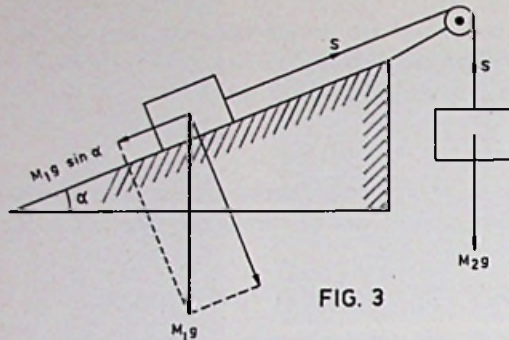

FIG. 3
a. De op het lichaam  $M_1$  werkende zwaartekracht, die gelijk is aan  $M_1 g$  newton, kan worden ontbonden in twee componenten. De component langs het hellende vlak is  $M_1 g \sin \alpha$  (zie fig. 3). De kracht die op het geheel werkt in de bewegingsrichting, is nu  $M_2 g - M_1 g \sin \alpha$ . Daar de totale massa die in beweging gebracht wordt,  $M_1 + M_2$  is, is de versnelling